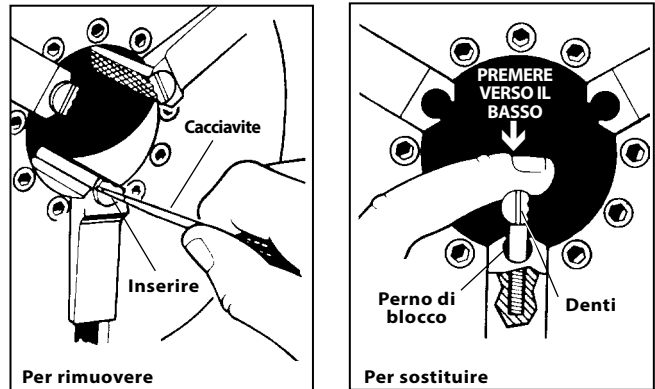

Figura 33 – Sostituzione degli inserti delle ganasce
1. Collocare il cacciavite nella fessura dell'inserto e girarlo di 90 gradi in una qualsiasi direzione. Rimuovere l'inserto (Figura 33).
2. Collocare l'inserto lateralmente sul perno di blocco e premerlo il più possibile (Figura 33).